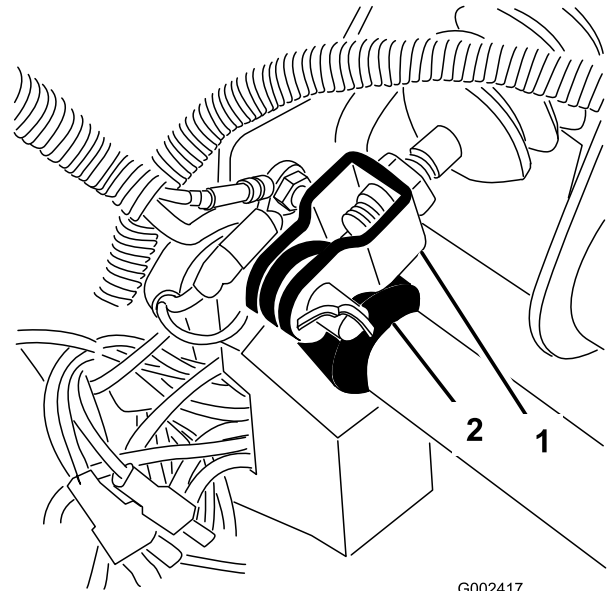

Figura 66
1. Retire el pasador de horquilla y la chaveta que fijan la horquilla del cilindro maestro al pivote del pedal de freno (Figura 66).